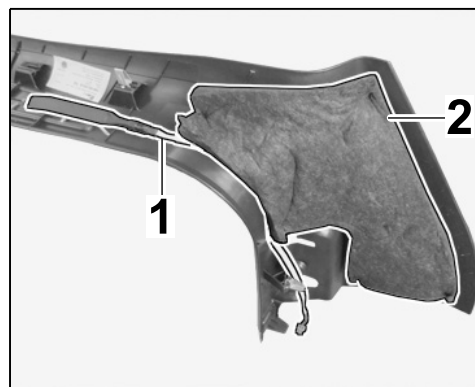

Рис. 25
- 3.3.4 Приподнять изоляционный материал и приклеить плоский провод на (внутреннюю) накладку порога (⇒ Рис. 25).